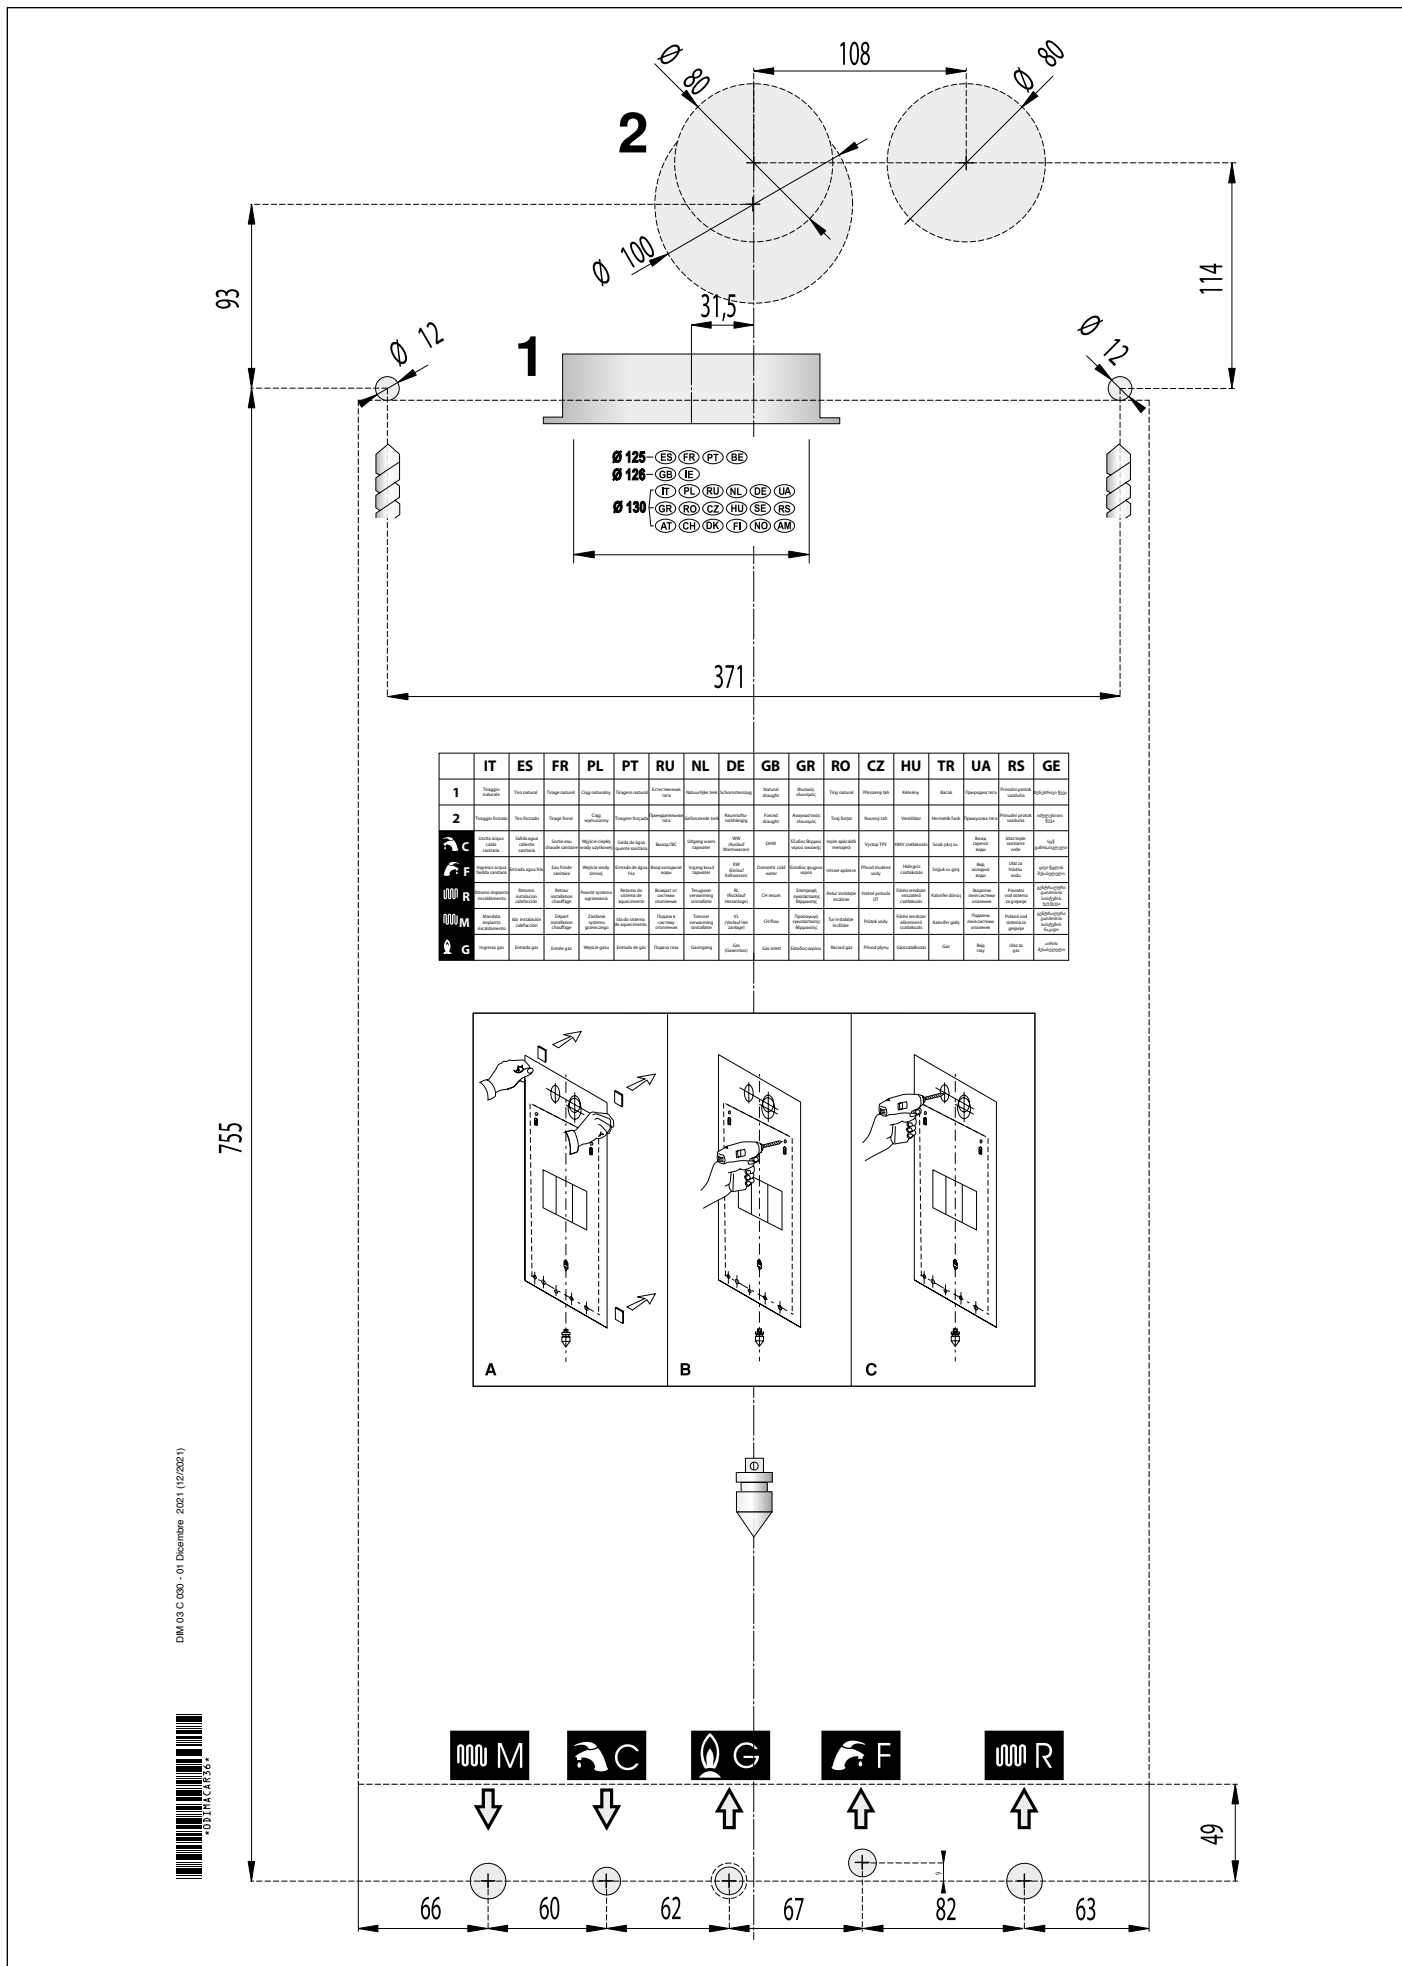
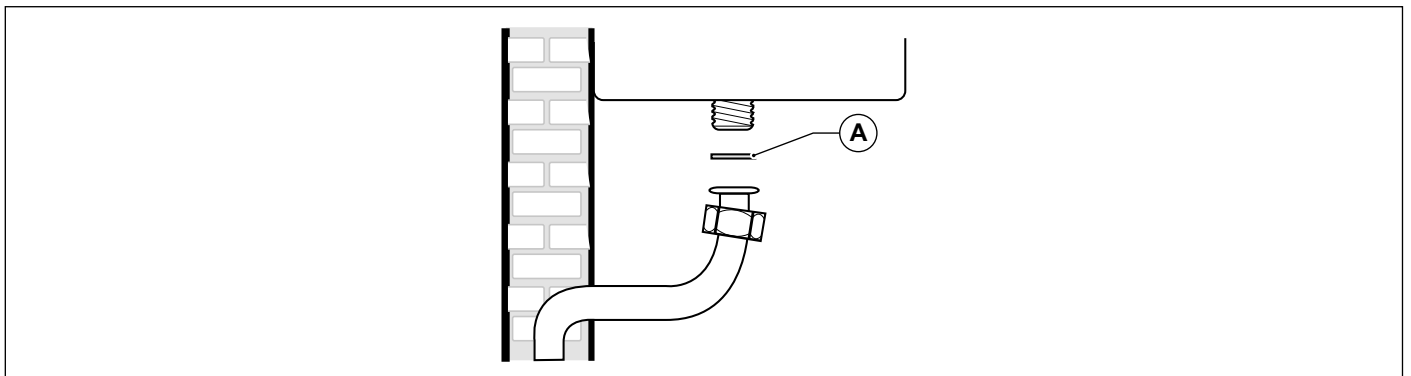

Рис. 5 Паперовий шаблон.
Рис. 8 Підключення газу
- монтажний паперовий шаблон (див. Рис. 5 Паперовий шаблон.);
Кожний котел забезпечений спеціальним паперовим шаблоном, що знаходиться в упаковці (див. Рис. 5 Паперовий шаблон.). Кожен котел забезпечений спеціальним паперовим шаблоном, що знаходиться в упаковці (рис. 8), який дозволяє підготувати труби для підключення до системи опалення, до лінії води санітарного призначення, до газової магістралі і труби подачі повітря та відводу димових газів в момент їх розведення, тобто до початку установки котла на вибране місце.
Підключення котла до лінії підводу газу слід **ОБОВ'ЯЗКОВО** здійснювати накидною гайкою із застосуванням в стиковій площині ущільнювальної прокладки (А) відповідного діаметру і з додатного для цієї мети матеріалу (див. Рис. 8 Підключення газу).
Подаюча та зворотні лінії контуру опалення повинні підключатися за допомогою підключень 3/4" **M** та **R** (дивись Рис. 5 Паперовий шаблон.).